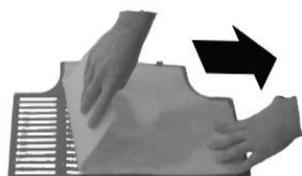

Рис. 29
2. Удалите старый очищающий фильтр (рис. 29).